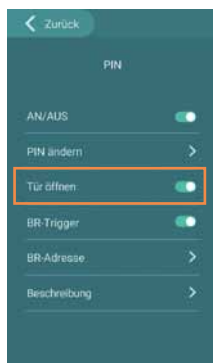

Abb. 9
- Betätigen des Türöffners über das Türöffner-Relais der Türstation (Abb. 9).